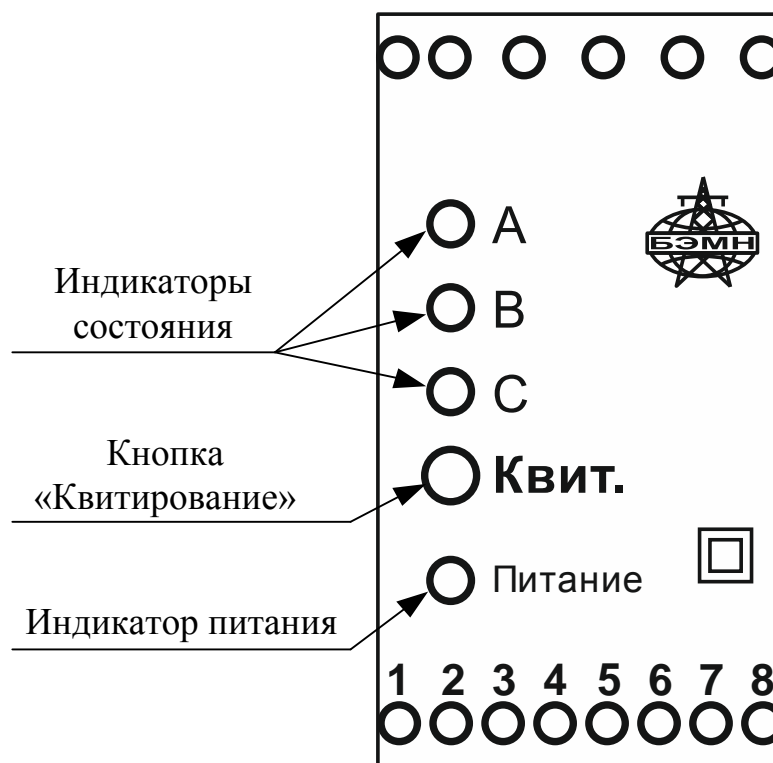

Рисунок 1.1 – Передняя панель центрального модуля ИТКЗ
**1.1.4.2** На передней панели ИТКЗ (рисунок 1.1) расположены индикаторы, отображающие состояние центрального модуля и датчиков.